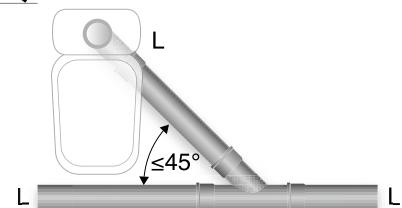

Fig. 3.2.4h.
- Spillvattenledning från WC-stol ska anslutas till liggande samlingsledning (L) med grenrör $\alpha \leq 45^\circ$. Se fig. 3.2.4h.